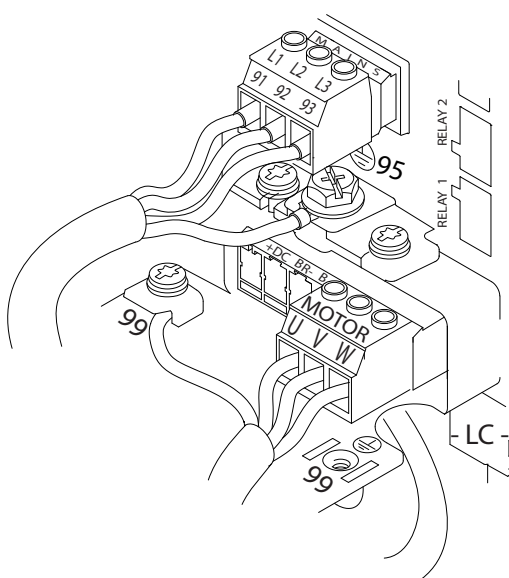

Abbildung 4.6 Beispiel für Motor-, Netz- und Erdungsanschluss
Abbildung 4.6 zeigt vereinfachte Anschlussbilder für Netz, Motor und Erdung eines Frequenzumrichters. Die jeweiligen Konfigurationen ändern sich je nach Gerätetypen und optionaler Ausrüstung.
1. Schließen Sie die 3 Phasen des Netzeingangs an die Klemmen L1, L2 und L3 an (siehe Abbildung 4.6).